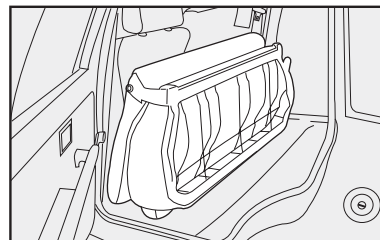

fig. 68
- 4) Incline hacia adelante el asiento trasero completo de manera que se obtenga una superficie de carga única **fig. 68**.